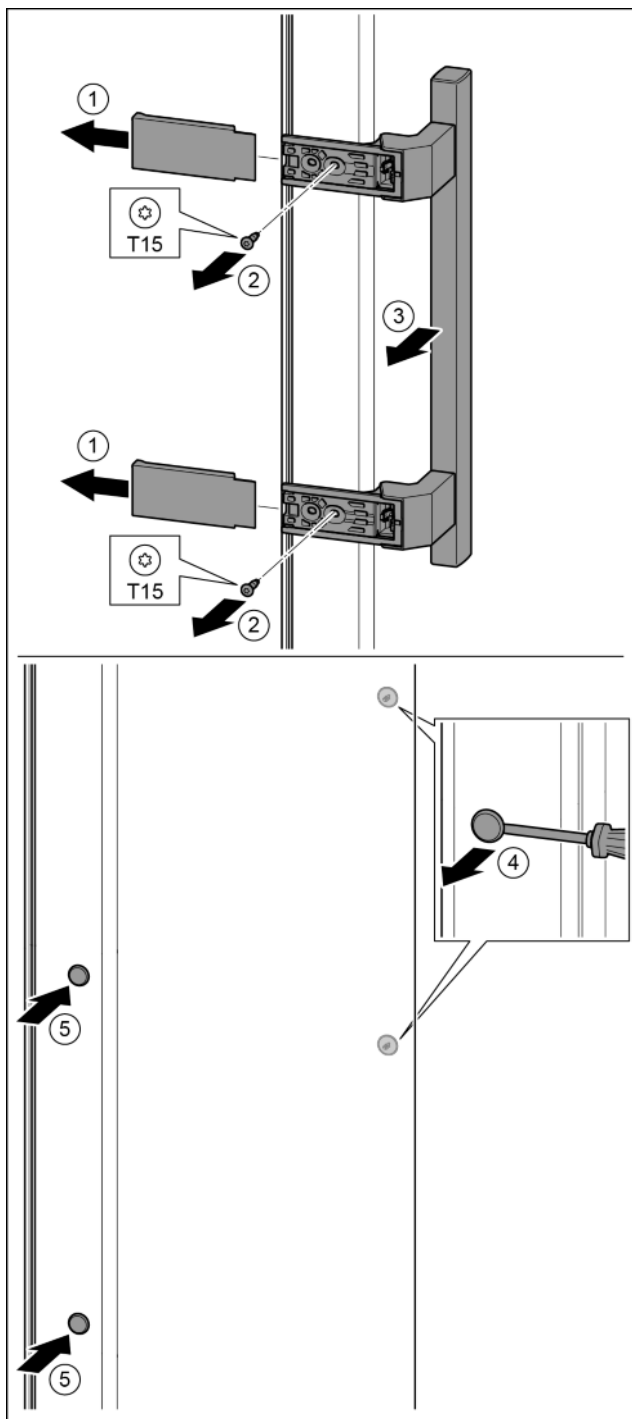

Fig. 16
- ▶ Зніміть кришку. Fig. 16 (1)
- ▶ Викрутіть гвинти за допомогою викрутки T15. Fig. 16 (2)
- ▶ Зніміть ручку. Fig. 16 (3)
- ▶ За допомогою шлицевої викрутки обережно підійміть бокову пробку та витягніть її. Fig. 16 (4)
- ▶ Знову вставте пробку з іншого боку. Fig. 16 (5)